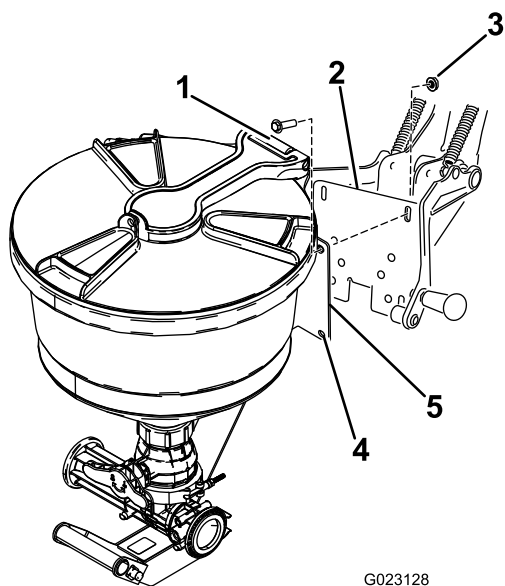

Figura 12
1. Alinee los orificios en la chapa de montaje del eyector con las ranuras en el bastidor de soporte de sujeción (Figura 12).
2. Sujete el eyector a la placa trasera (Figura 12) con los 4 pernos (3/8" x 1") y 2 contratuercas (3/8").